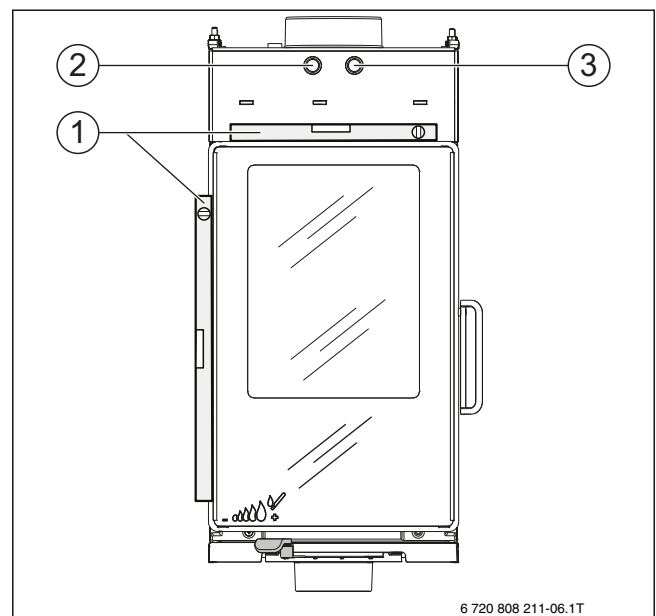

Bild 9 Heizeinsatz ausrichten
- ▶ Tauchhülse für den Temperaturfühler der thermischen Ablaufsicherung montieren (→ Bild 9, [3], Seite 14).